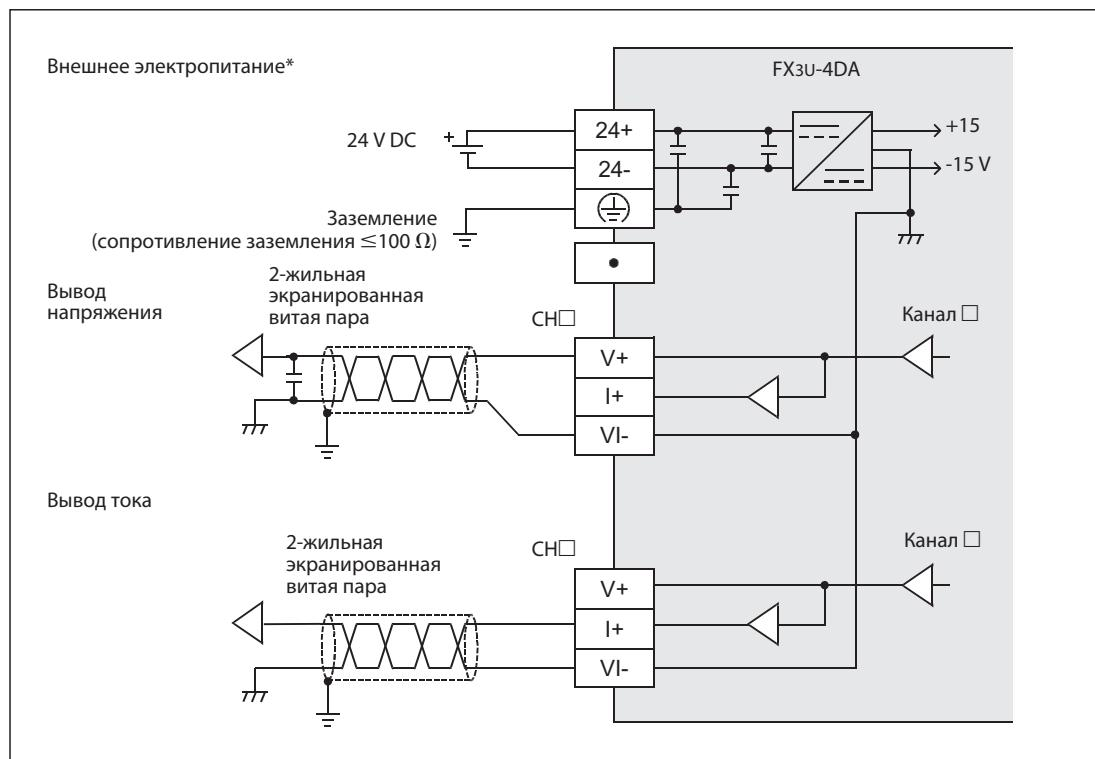

Abb. 6-11: Подключение аналоговых сигналов к аналоговому модулю вывода FX3U-4DA
- | Если при выводе напряжения через внешнюю разводку поступает шумовое или пульсирующее напряжение, то в качестве контрмеры можно на конце сигнальной линии параллельно к нагрузке подключить конденсатор (0,1 μF/25 ... 0,47 μF/25 В) (см. рис. 6-11).